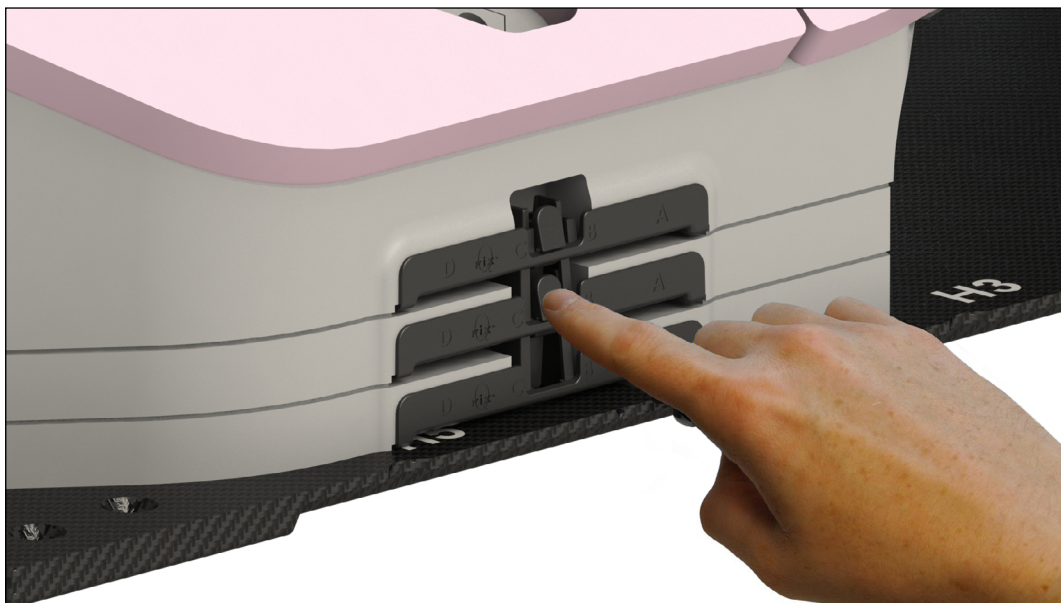

Figure 10
4. Pour réduire la hauteur du dispositif, retirer le dispositif Access Prone G2 ou Access Prone pour traitement du sein. Appuyer sur les boutons de déverrouillage de part et d'autre de la plaque d'indexation. (Figure 10)